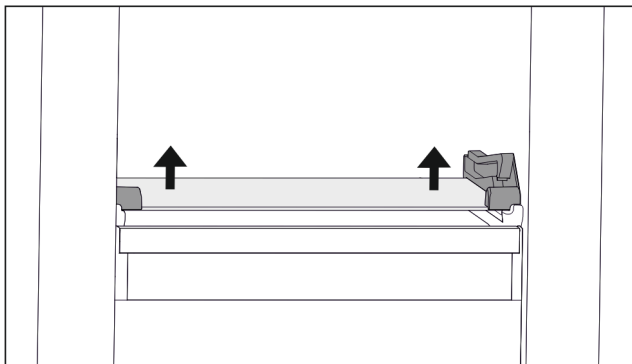

Fig. 63 Tablette en verre du tiroir basculable
- Appuyer des deux côtés sur la tablette en verre de bas en haut. (voir Fig. 63)